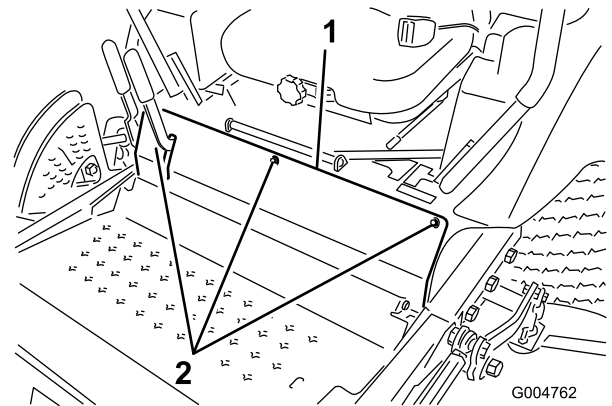

図 66
3. 前パネルを止めているボルトを外して前パネルを外す(図 66)。